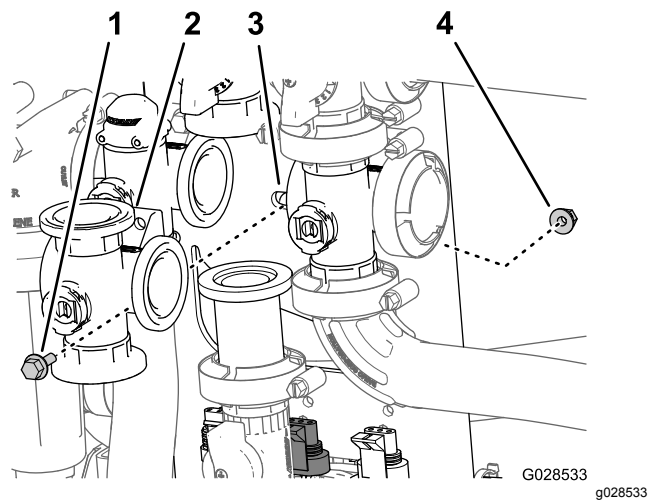

図 91
- 攪拌バルブをバルブマウントに固定しているフランジヘッドボルトとフランジロックナットを外してバルブマニホルドを機体から取り外す 図 91。